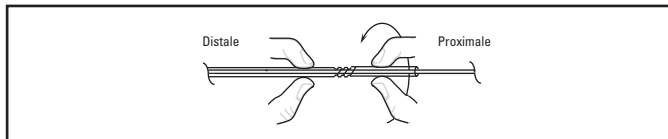

Figure 2. Déverrouillage par rotation dans le sens inverse des aiguilles d'une montre
- Pour déverrouiller** le mécanisme Twist-Lock de la gaine d'introduction, pincer doucement la gaine des deux côtés du mécanisme Twist-Lock et faire tourner le côté proximal dans le sens inverse des aiguilles d'une montre (Figure 2). L'ensemble guide de mise en place/coil est libéré et peut bouger librement dans la gaine d'introduction.